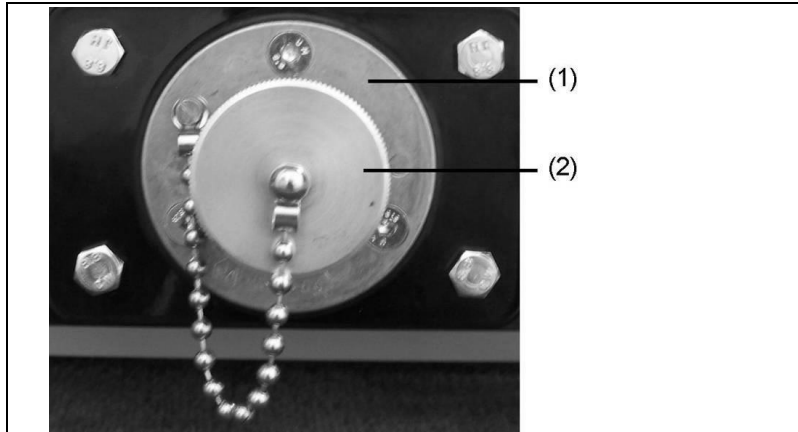

Fig. 5-11: Enchufe de conexión para accesorios de 12 V
1. Desenroscar la tapa de protección (Fig. 5-11-(2)) del enchufe de conexión de 12 V (Fig. 5-11-(1)) en sentido antihorario.
6. Atornillar la tapa de protección (Fig. 5-11-(2)) del enchufe de conexión de 12 V girando en sentido horario.